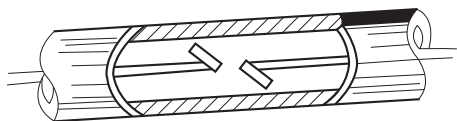

图 2-57 管两端穿入钢丝引线
(1) 在穿线前，应先将管内的积水及杂物清理干净。
(2) 选用 $\phi 1.2\text{mm}$ 的钢丝作为引线，当线管较短且弯头较少时，可把钢丝引线由管子一端送向另一端；如果弯头较多或线路较长，将钢丝引线从管子一端穿入另一端有困难时，可从管子的两端同时穿入钢丝引线，此时引线端应弯成小钩，如图 2-57 所示。当钢丝引线在管中相遇时，用手转动引线使其钩在一起，然后把一根引线拉出，即可将导线牵入管内。